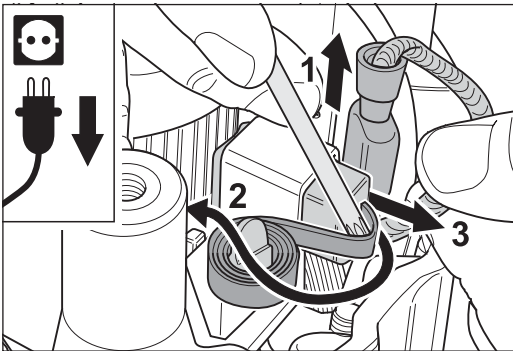

Abb. 54 Den Anschluss-Stecker abziehen (1), den Messing-Druckbügel zur Seite drehen (2) und die Kohlebürste entfernen (3).
- 3 Ziehen Sie den Anschluss-Stecker **einer** Kohlebürste vom Kohlenhalter ab (Abb. 54, 1).
- 4 Drehen Sie den Messing-Druckbügel des Kohlenhalters mit Hilfe des Universalschlüssels zur Seite (Abb. 54, 2) und entfernen Sie die abgenutzte Kohlebürste (Abb. 54, 3).